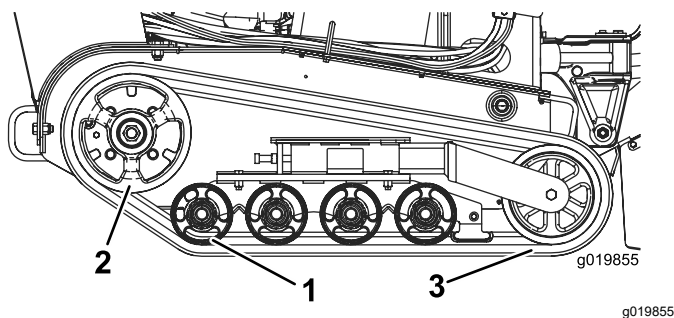

図 44
重要 走行ホイールと駆動ホイールも完全に洗浄してください 図 44。洗浄されているロードホイールは自由に回転します。
8. 駆動ホイールからスタートして、新しいクローラをホイールに巻きつけるようにして取り付けるクローラについている爪がホイールの溝にはまるように取り付けること 図 44。
9. 後ロードホイールと中央ロードホイールの下と間にクローラを押し込むようにして取り付ける 図 44。